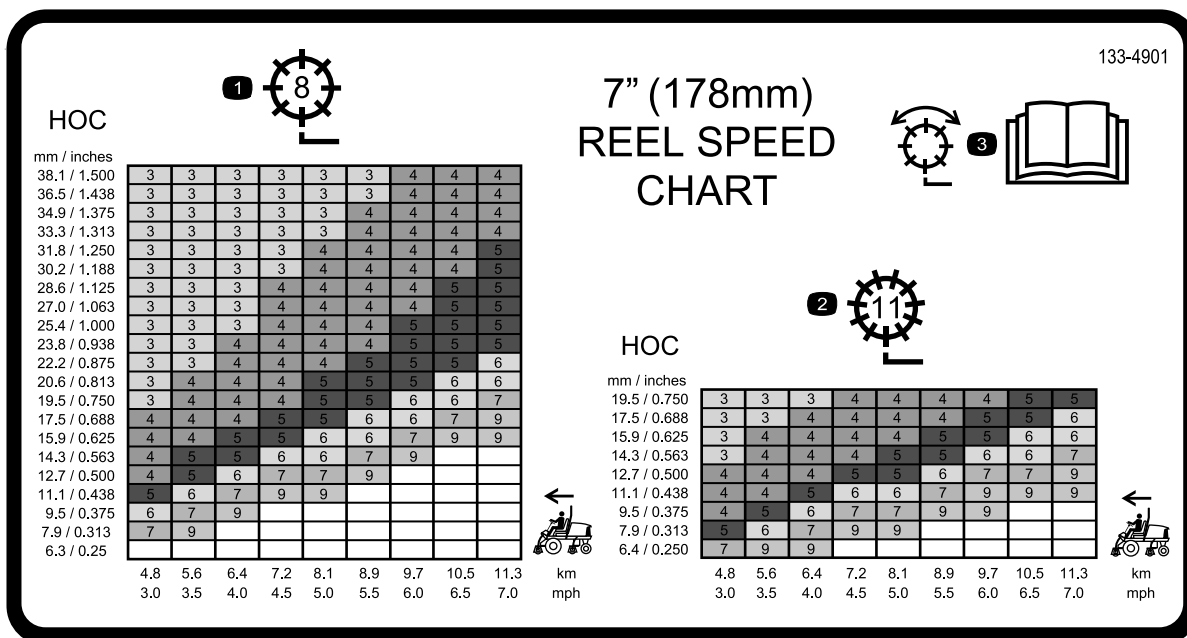

Рисунок 31
3. Для определения надлежащей скорости вращения барабана смотрите график на наклейках с таблицами скоростей барабанов (Рисунок 30 и Рисунок 31).